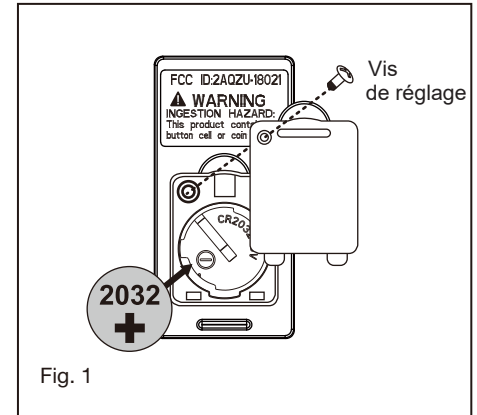

Fig. 1
- 1 Tout en maintenant l'ensemble LED sous votre ventilateur, effectuez les connexions à fiches polarisées : (Fig. 1)
- 2 Soulevez l'ensemble LED contre le ventilateur et tournez dans le sens des aiguilles d'une montre jusqu'à ce qu'il soit bien serré, NE SERREZ PAS TROP. (Fig.1)
- 1 Sélectionnez un emplacement souhaité. Utilisez la plaque murale pour marquer l'emplacement des trous de montage. Des chevilles murales en plastique ou des vis de montage sont nécessaires pour cette application. (Fig. 1)
Retirez le panneau de l'émetteur, puis installez une pile 2032 (incluse). Vous devez utiliser une pièce de monnaie pour ouvrir ou fermer le couvercle de la batterie. Pour éviter d'endommager l'émetteur, retirez la batterie s'il n'est pas utilisé pendant de longues périodes (Fig. 1).